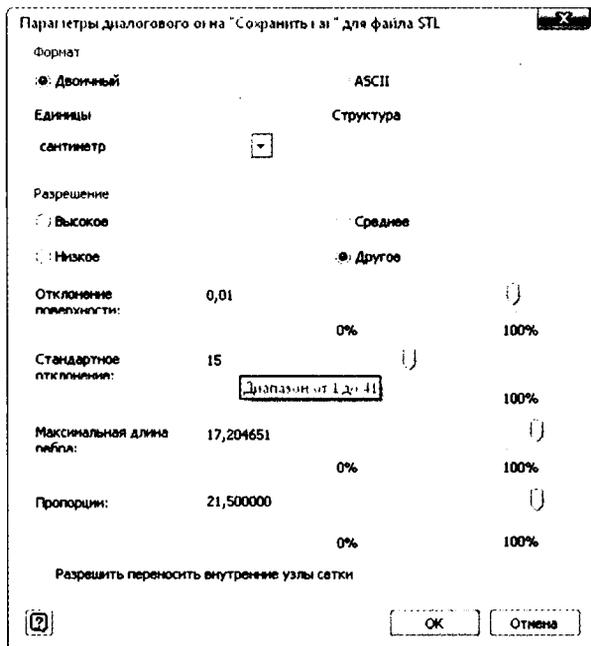

Рис. 14.14. Редактирование параметров экспорта STL-файла
5. Когда откроется диалоговое окно, как на рис. 14.14, установите **Отклонение поверхности 0,01**, затем нажмите кнопку **ОК**⁸.